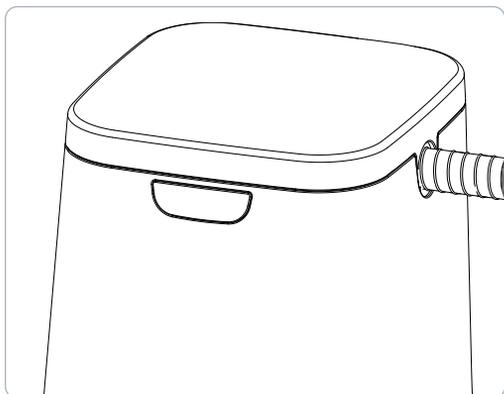

Figure 8. Couvercle fermé avec masque de l'appareil de PPC à l'intérieur
5. Fermer le couvercle, le tuyau étant placé dans l'entrée ouverte (figure 8). Le SoClean 2 se mettra désormais en marche automatiquement selon l'heure et la durée réglées.